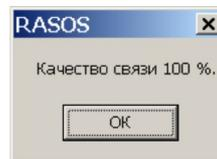

Рисунок 14
- 4) Проверить качество связи ПЭВМ с БКД-М по интерфейсу RS-232, выполнив команду «БКДПроверка связи». Качество должно быть 100% (рисунок 14).